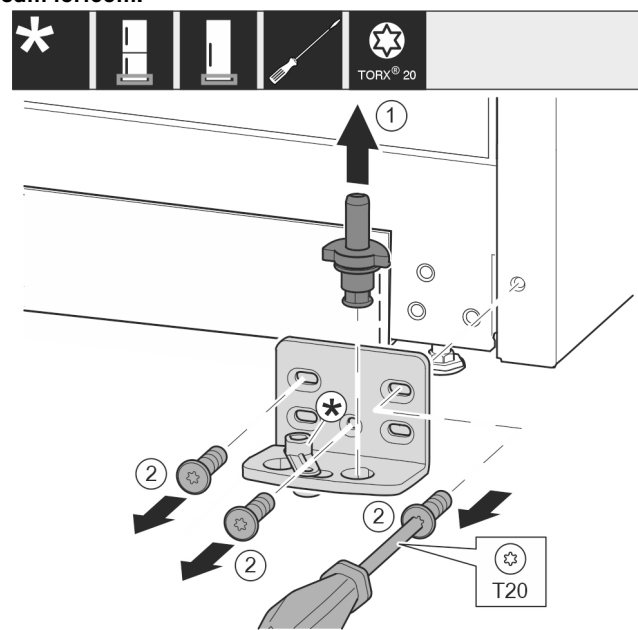

Fig. 11
- ▶ Izvelciet pilnīgi ārā uz augšu gultņa tapu. Fig. 11 (1)
- ▶ Izskrūvējiet skrūves ar skrūvgriezi T20 un noņemiet gultņa balstu. Fig. 11 (2)